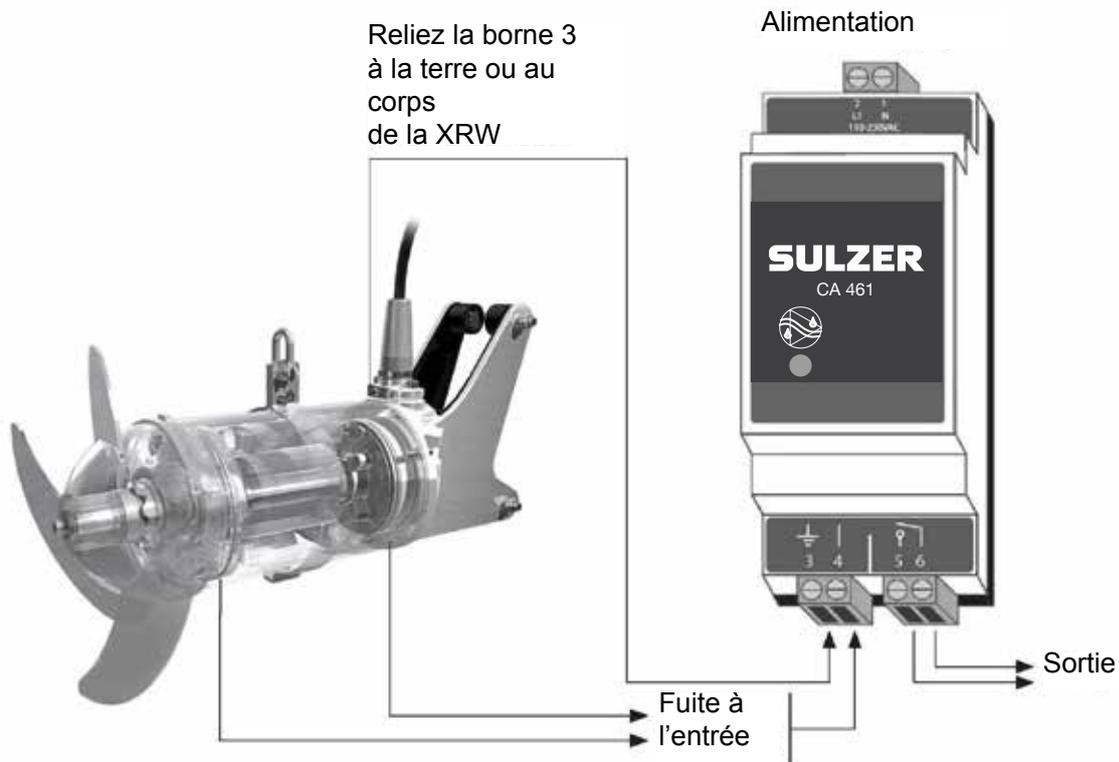

Figure 26: Amplificateur avec relais de message regroupé
Les XRW 210; 300 et 900 sont équipés en standard de Capteur de fuites (DI) dans les chambres d'inspection, de moteur et de logement de raccordement (moteur et de logement de raccordement uniquement en version Ex 50 Hz). Le capteur de fuites assure la surveillance de l'étanchéité dans le réducteur (option) et signale par une électronique spéciale toute pénétration d'humidité dans le moteur. Pour intégrer le système de contrôle d'étanchéité dans l'armoire de commande, il est nécessaire d'utiliser un capteur de fuites d'Sulzer (amplificateur et relais) et de connecter celui-ci suivant le diagramme ci-dessous (figure 26).